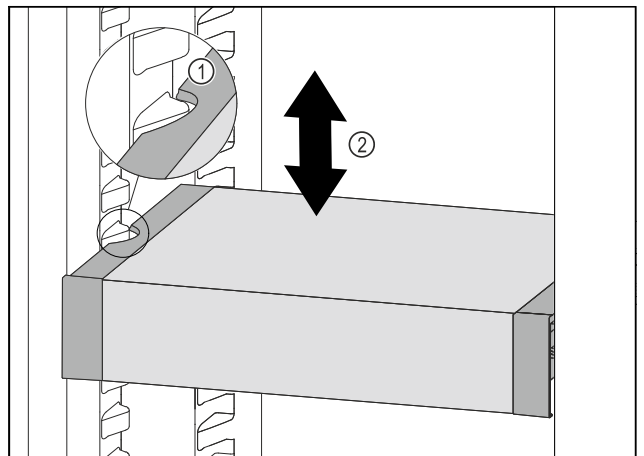

Fig. 67
- Tirare VarioSafe in avanti fino a quando le cavità laterali di VarioSafe non si trovano al livello della nervatura del contenitore nel vano frigorifero. Fig. 67 (1)
- Spostare VarioSafe verso l'alto o verso il basso nel vano frigorifero fino a raggiungere l'altezza desiderata. Fig. 67 (2)